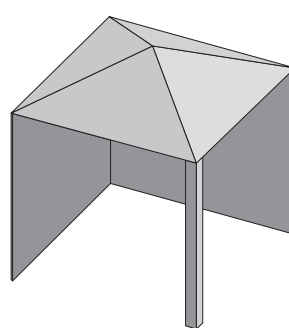

Abb. 2
- » Die Seitenwände können parallel, wie in einem Durchgang, oder rechtwinklig zueinander stehen. **(Abb. 2 & Abb. 3).**